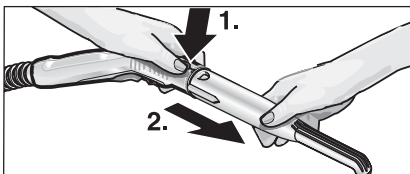

Fig. 5 : déboîtement des accessoires
- Pour retirer les accessoires, appuyez sur la touche de déverrouillage (C2 resp. G3) et déboîtez les pièces (voir fig. 5).